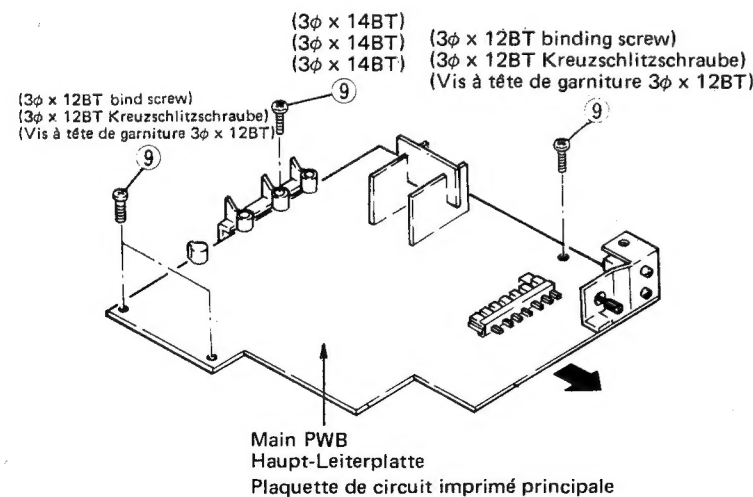

Fig. 5 Abb. 5
### 8. Main PWB (Fig. 5)
## 8. Haupt-Leiterplatte (Abb. 5)
8. **Plaquette de circuit imprimé principale (Fig. 5)**